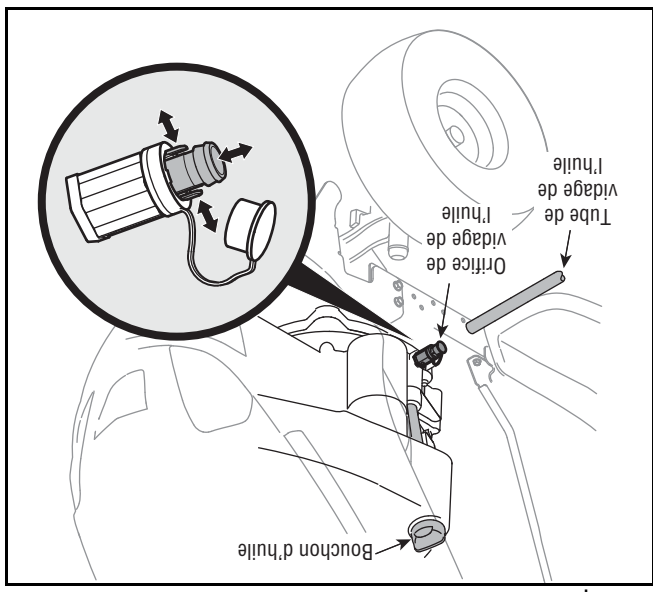

Figure 17
- Soulevez le capuchon de protection à l'extrémité de la soupape de vidange de l'huile pour exposer l'orifice de vidange. Voir la Figure 17.